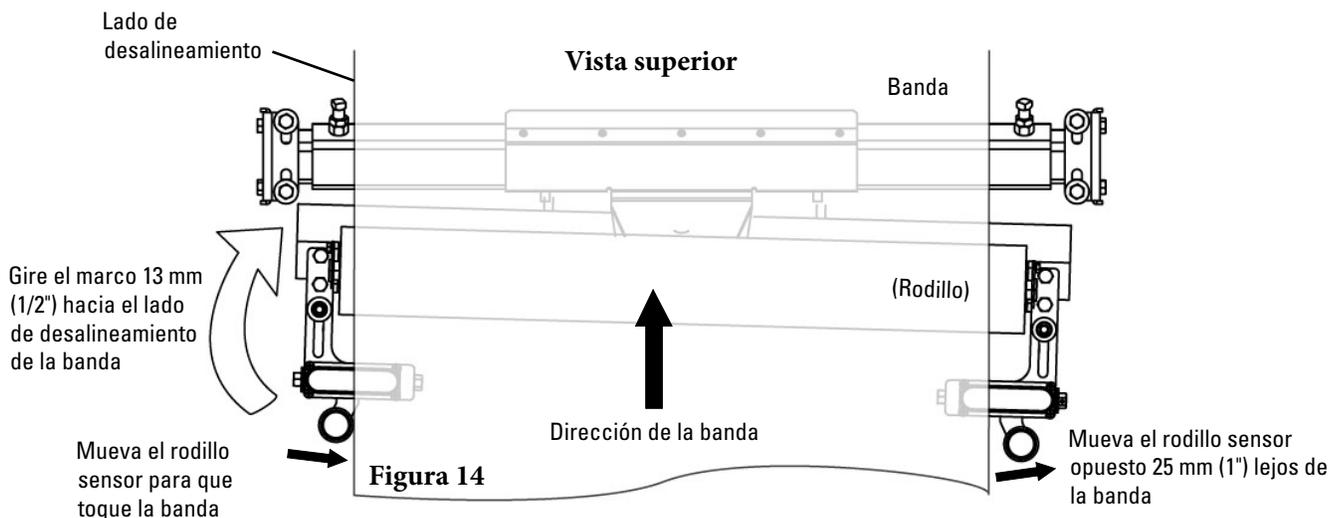

Figura 14
14. **Gire el marco 13 mm (1/2") hacia el lado del desalineamiento.** Introduzca el rodillo sensor hasta que toque la banda. Mueva el rodillo sensor opuesto 25 mm (1") fuera de la banda (Figura 14).